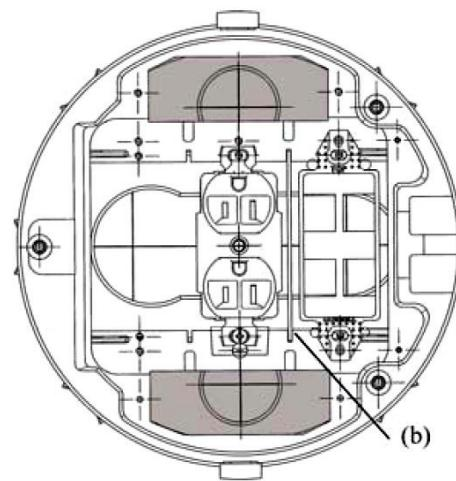

Fig. 4
4. For perimeter cover plates and devices (shaded areas in Fig.4), a flexible steel conduit (g) is available to join all power or all data cables to a standard junction box (d). Attach box (m) to bottom of can as shown using (2) pan head screws provided (f). Attach conduit adapters (n) to boxes (d) and (m). In applications where the perimeter plates are NOT all power or all data – connect conduit to box (m) or standard junction box (d) separately.
- b. Insert divider (b) between power and data devices at center, See Fig. 3. Center section may be all data, all power or divided 1/3-2/3 as shown in fig.4.
4. Pour les plaques de couverture et dispositifs périphériques (sections ombragées de la Fig. 4), un conduit métallique flexible (g) est disponible pour joindre tous les conducteurs d'énergie ou de données à une boîte de dérivation standard (d). Fixer la boîte (m) à la base de la boîte selon l'illustration à l'aide des (2) vis à tête cylindrique fournies (f). Fixer les adaptateurs de conduit (n) aux boîtes (d) et (m). Dans les applications où les plaques périphériques NE sont PAS toutes réservées à l'énergie ou aux données – raccorder la boîte de conduit (m) ou la boîte de dérivation standard (d) de façon distincte.
b. Insérer le séparateur (b) entre les compartiments d'énergie et de données, consulter la Fig. 3. La section centrale peut être réservée aux données, à l'énergie ou répartie 1/3-2/3 selon l'illustration de la Fig. 4.
4. Para placas y dispositivos perimetrales (áreas sombreadas en la Fig. 4), hay disponible un conducto de acero flexible (g) para agrupar los cables de alimentación o de datos a una caja de derivación estándar (d). Fijar la caja (m) al fondo de la carcasa como se muestra usando (2) tornillos de cabeza redonda provistos (f). Fijar los adaptadores de conducto (n) a las cajas (d) y (m). En aplicaciones donde las placas perimetrales NO son todas para alimentación o para datos, conectar el conducto a la caja (m) o a la caja de derivación estándar (d) de manera separada.
b.Colar el separador (b) entre los lados de alimentación y datos, ver Fig. 3. La sección central podrá ser toda de datos, toda de alimentación o una combinación 1/3-2/3 de ambas, tal como se muestra en la Fig. 4.